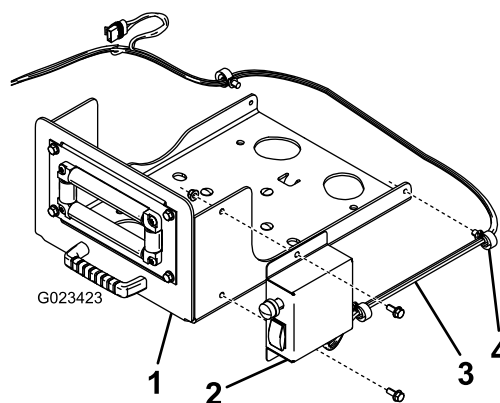

Figura 6
5. Monte la caja de interruptores en el soporte giratorio con 2 pernos (5/6 pulgada) y 2 tuercas con arandela prensada (5/16 pulgada), según se muestra en Figura 6.
6. Sujete el arnés de cables al lateral del soporte giratorio usando los clips existentes (Figura 6).